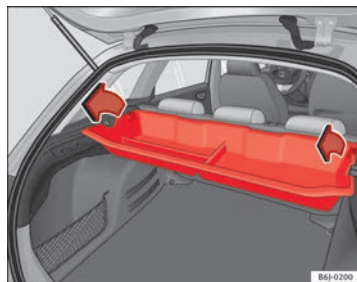

Fig. 97 Desmontaje cajón portaobjetos
- Extraiga la bandeja portaobjetos y tire hacia arriba por los extremos del cajón portaobjetos ⇒ fig. 97.